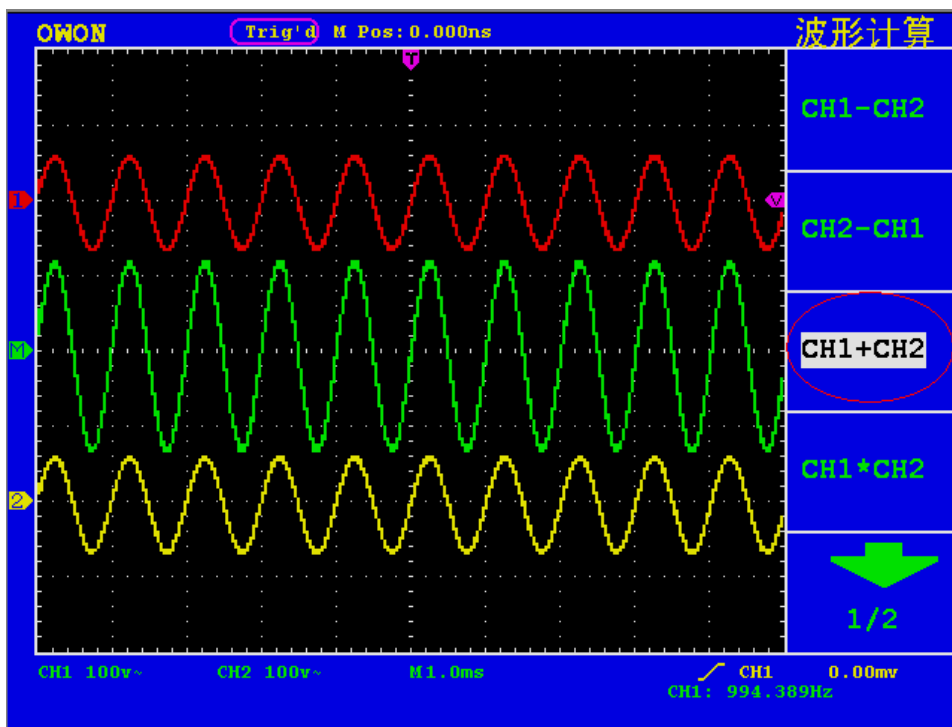

图 27: CH1+CH2 数学运算波形
- 2、按 **F3** 菜单选择按键，选择 **CH1+CH2**。屏幕中显示出绿色的计算后波形M，再按 **F3** 菜单选择按键，则波形M关闭。见图27。